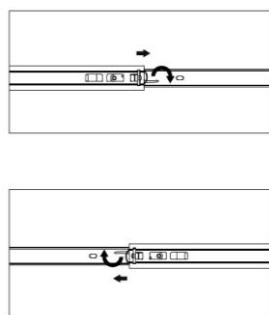

fig. 5
3. Poussez vers le haut le levier de dégagement de la glissière de tiroir droite (n° 11) tout en tirant vers le bas l'autre levier de dégagement (fig. 5).